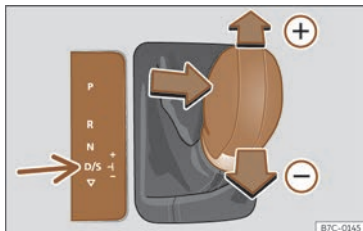

Abb. 92 Mittelkonsole: zu Tiptronic ändern.
- Drücken Sie den Hebel nach vorn (+) oder zurück (–), um hoch- oder herunterzuschalten >>> (**Abb. 92**).